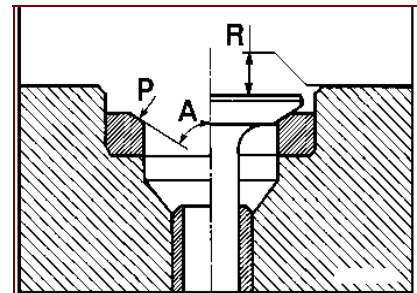

Рис. 3.19 – Притирка седел клапанов
3.6.4.6 Притирка седел клапанов (рис. 3.19):